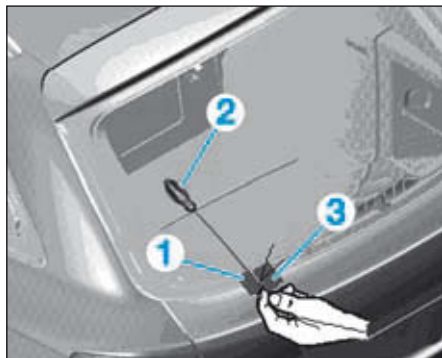

FIG.32
- Mettre un ruban adhésif (1) à la zone de sortie de l'alène (2) pour protéger la carrosserie (Fig.32).
- Enfiler les deux extrémités de fil tranchant (3) dans l'alène (2) et les faire passer vers l'intérieur.